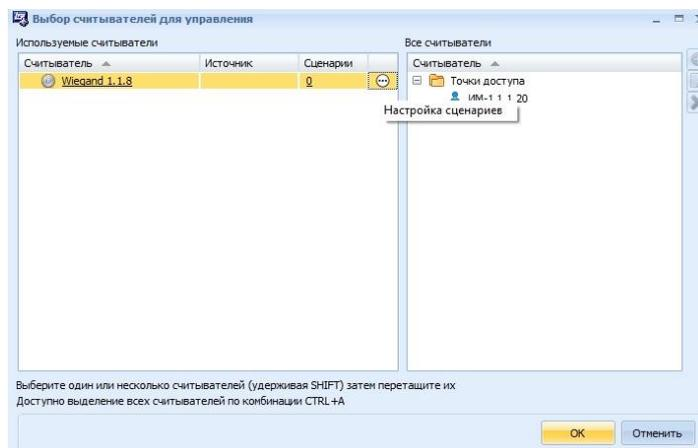

Рисунок 23.32 Окно «Выбор считывателей для управления»
- Сценарии - нажав на кнопку **Изменить**, выбрать используемые для управления считыватели (Рисунок 23.32). Затем, нажав на кнопку  рядом с выбранный